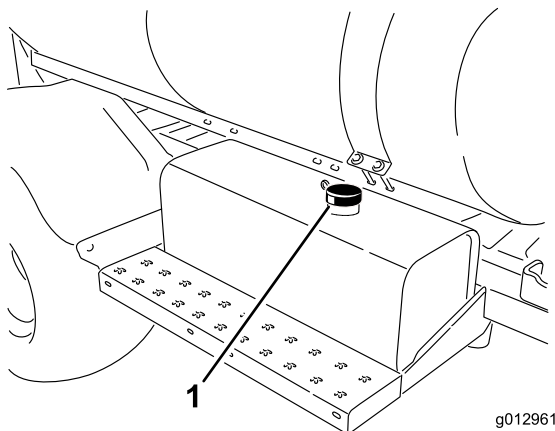

Bild 56
3. Reinigen Sie den Bereich um den Deckel des Hydrauliköltanks und nehmen Sie ihn ab (Bild 56).